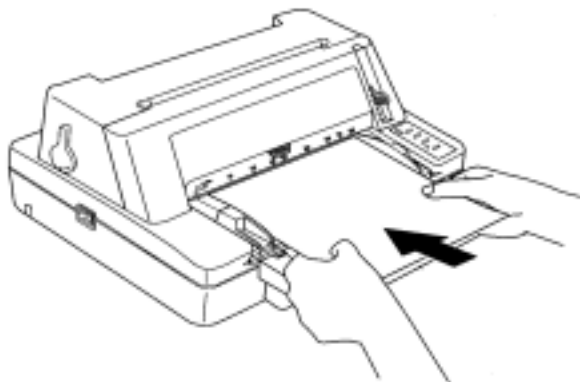

图 3-5 安装单页纸
- 如图 3-5 插入纸张，纸张会自动进入打印位置。如果您将纸斜测定设置为“开”，若纸张有歪斜，打印机会自动检查到并退出纸张至导纸板。